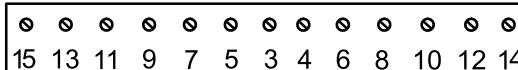

図 24
- 図 24に示された順序で、各ねじを $25.4 \text{ N}\cdot\text{m}$ $2.6 \text{ kg}\cdot\text{m} = 225 \text{ in-lb}$ にトルク締めする。